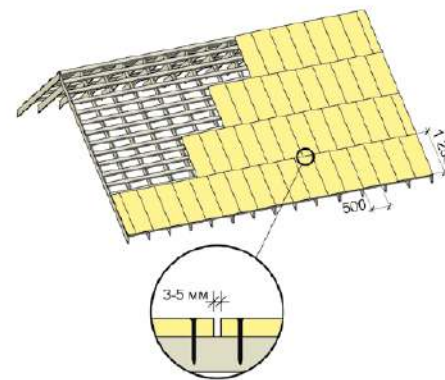

Рис. 5. Укладка сплошного основания из плит ОСП-3 или фанеры ФСФ по обрешётке.
- 3.1.3 Плиты необходимо разрезать и крепить в разбежку как показано на рис. 5.